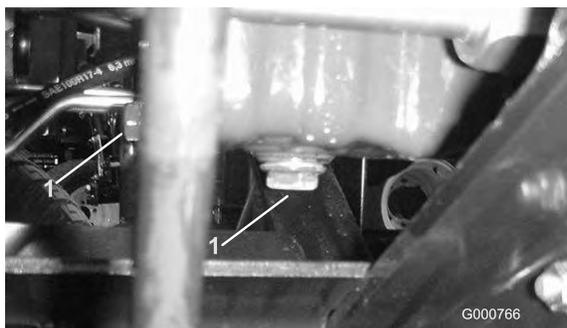

Figura 56
- Togliete il tappo di spurgo (Figura 56) e lasciate defluire l'olio in una bacinella. Quando l'olio cessa di defluire, rimontate il tappo.